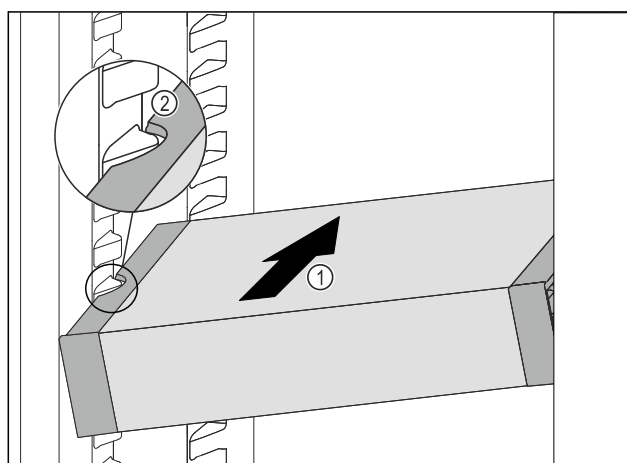

Fig. 88
- Zasuňte VarioSafe do chladničky pod úhlem tak Fig. 88 (1), aby vybrání na bocích Fig. 88 (2) VarioSafe byla na úrovni žebrování na nádoby v chladničce.